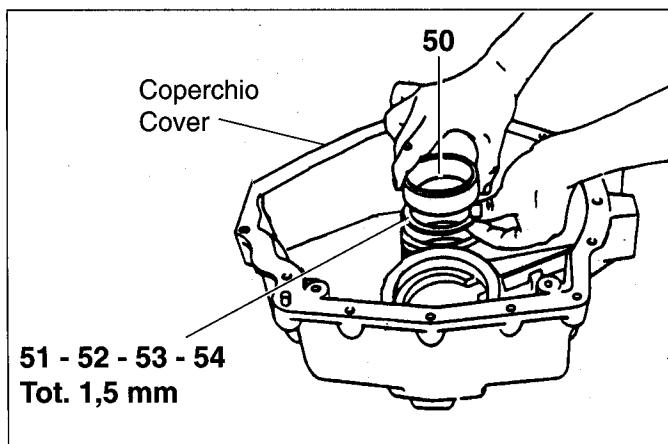
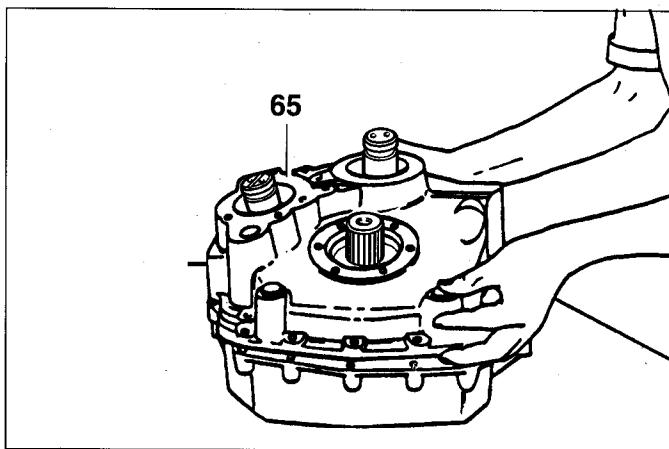

Fig. 31
Fig. 35
entrata, nel coperchio. La loro somma deve dare uno spessore totale di 1,5 mm. Poi, con l'attrezzo (15751990117) montare la coppa del cuscinetto (50) (Fig. 31).
- 6) Montare sul coperchio la falsa scatola, attrezzo (15751990215) per IRM 220 A1, (15751990400) per IRM 225 A, che riproduce la semiscatola invertitore. Tale attrezzo permette attraverso le sue aperture di rilevare il gioco tra i denti degli ingranaggi. (Ne si omette il disegno costruttivo in quanto la realizzazione richiede lo stesso ciclo di produzione utilizzato per le semicarcasse) Fig. 35.
- 7) Montare le ralle esterne dei cuscinetti (63), (66) e (79) e assestare con l'attrezzo (15751990117). Con l'attrezzo (15770900005) tenere bloccato l'asse di uscita (61). Attraverso le apposite aperture posizionare il
combine them to reach a fixed shimming of 1,5 mm. Then using the tool (15751990117) drive outer race bearing (50) (Fig. 31).
- 6) Put on the half casing, the tool (15751990215) for IRM 220 A1, (15751990400) for IRM 225 A which reproduces the reverse gear half casing. This tool, by means of its opening, shows the play between the gear teeth. (The drawing is not included in that its production is the same of the half casing) Fig. 35.
- 7) Fit outer race of tapered bearing (63), (66) and (79) and set then down with tool (15751990117). With the tool (15770900005) lock the shaft (61). Position the tracer point of the magnetic base centesimal feed loop at the side of the teeth of the gear (76) through the appropriate opening, and turn it
- 1) Sostituire con la semicarcassa (65) l'attrezzo che la riproduceva (Fig. 35).
- 1) Exchange the dummy half casing (65) for the real half casing (Fig. 35).